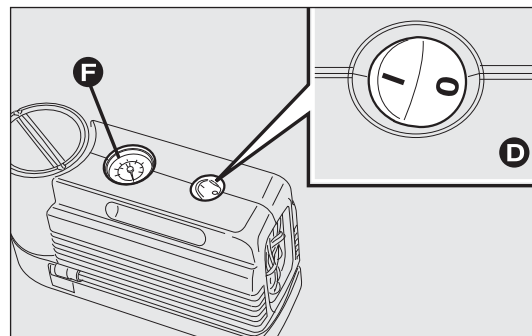
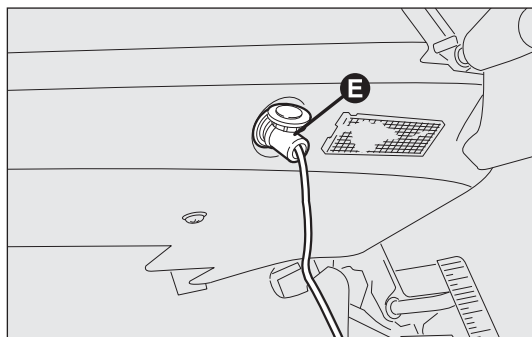

fig. 159
fig. 160
- assicurarsi che l'interruttore D-fig. 159 del compressore sia in posizione 0 (spento), avviare il motore, inserire la spina E-fig. 160 nella presa di corrente più vicina e azionare il compressore portando l'interruttore D-fig. 159 in posizione I (acceso). Gonfiare il pneumatico alla pressione prescritta nel paragrafo "Pressione di gonfiaggio" del capitolo "Dati Tecnici".
Per ottenere una lettura più precisa, si consiglia di verificare il valore della pressione sul manometro F-fig. 159 con il compressore spento;